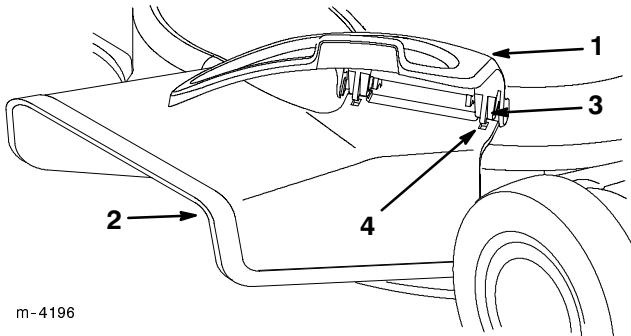

Figure 86
5. Introduisez l'éjecteur dans l'ouverture, en alignant les fentes de l'éjecteur avec les languettes situées sous le couvercle (Fig. 86).
3. Ouvrez le couvercle de l'ouverture latérale et déposez l'éjecteur latéral (Fig. 86).